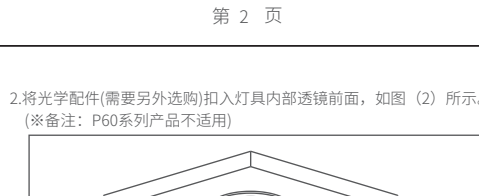
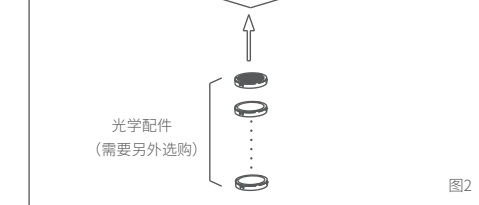

图2
图3
3.将驱动电源输入端与市电线连接,将驱动电源输出端与灯具连接,将灯具往上推入预埋环内,请水平旋转灯具以确认灯具安装牢固,如图(6)所示。(光学配件及反光罩配件安装方式请见图2和图3。)